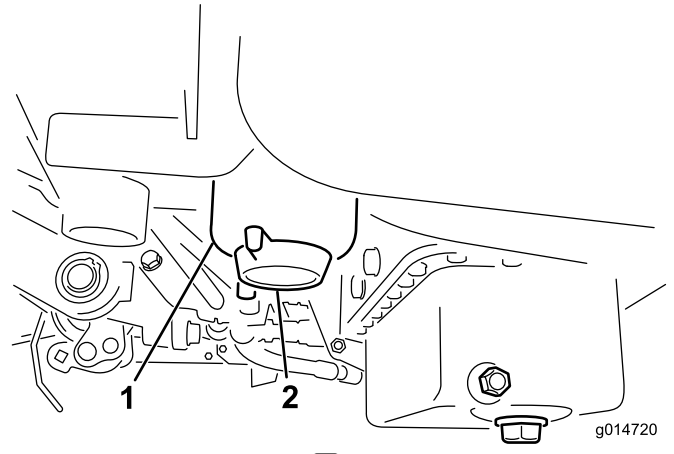

图33
- 打开燃油滤清器上的排油塞，大约旋转一周，排干积水（图33）。排干之后拧紧排油塞。